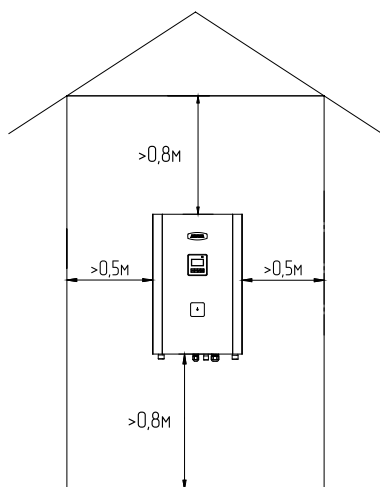

Рис.4 Схема установки миникотельной.
6.2. При монтаже миникотельной необходимо выдерживать минимальные расстояния до стен, пола и потолка, указанных на Рис.4. Расстояние необходимо соблюдать для удобства эксплуатации и сервисного обслуживания.